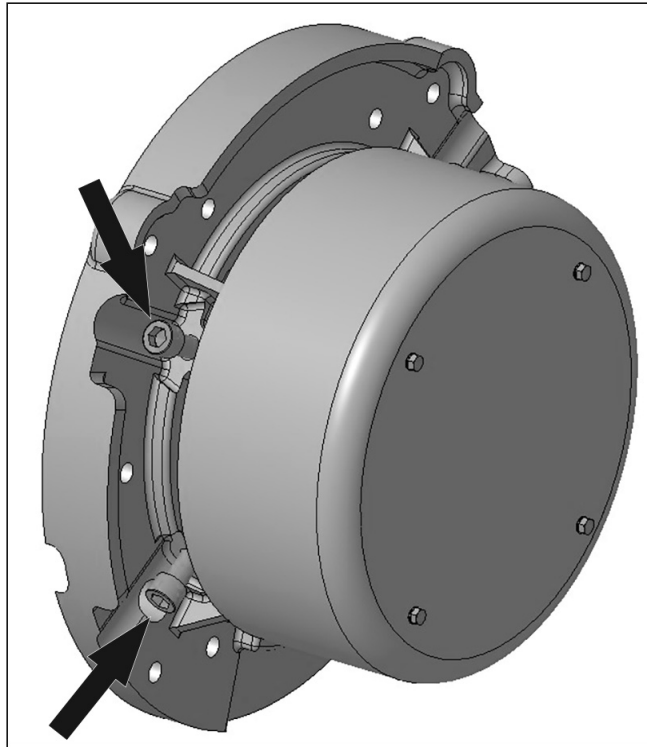

図 19. ローター輸送用サポートネジの取り外しと取り付け手順
4. 輸送用サポートネジを付属の4本のブランキングネジと交換し、50 Nmで締め付けます。参照: 図 19 ページ 29。
2. 非駆動側ベアリング キャップの 4 つのブランキングネジを見つけて取り外します。参照: 図 19 ページ 29。